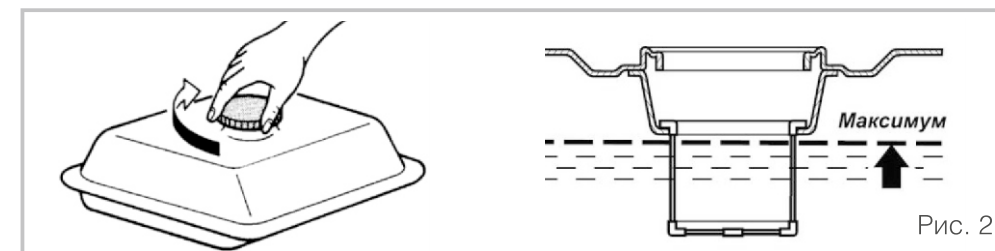

Рис. 2
- При заправке убедитесь в наличии фильтра (сеточки) в горловине топливного бака (См.Рис.2).